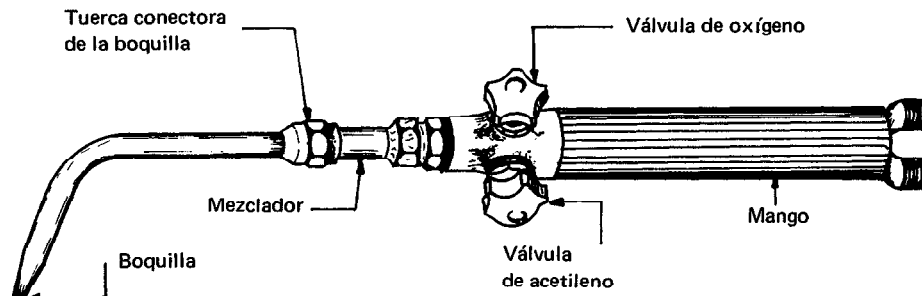

Figura 1.7
- ▲ *Soplete de alta presión:* (Figura 1.7) es aquel soplete para soldar, donde la llama no varía de composición tan fácilmente, pues los gases entran aproximadamente a una misma presión. En este tipo de soplete, cuando se necesita un consumo distinto de gases, basta cambiar la boquilla conservando siempre el mismo inyector y mezclador, sin embargo, solamente se obtiene igual presión para ambos gases cuando se usa una boquilla determinada.